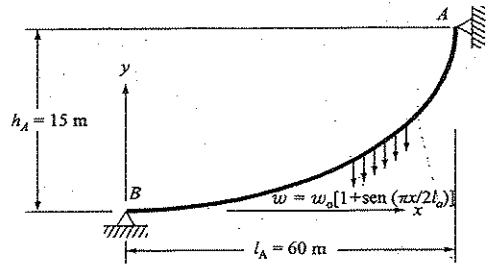

FIGURA P24.15
24.15 Um cabo está pendurado por dois suportes em A e B (Figura P24.15), e está carregado com uma distribuição de carga cujo módulo varia com x como